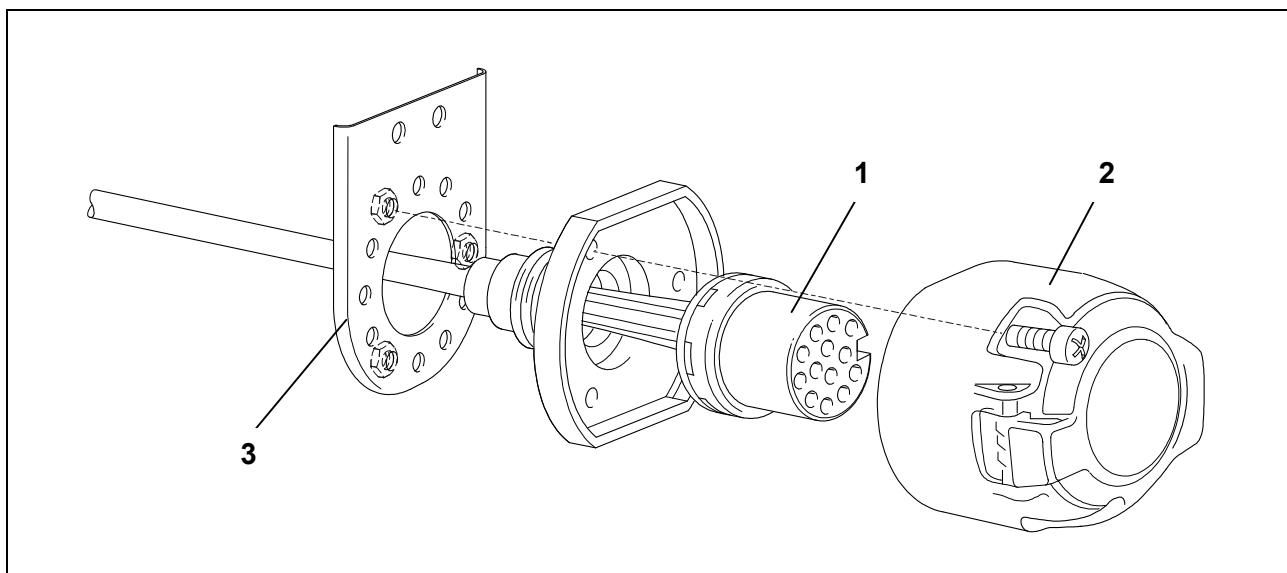

Fig. 2: Montera kontaktdosan
7. Tryck in kontaktinsatsen (fig. 2/1) i uttagshuset (fig. 2/2) och skjut fram gummiträppningen till kontaktdosan.
8. Skruva fast kontaktdosan med de förmonterade skruvarna på fästplåten (fig. 2/3),